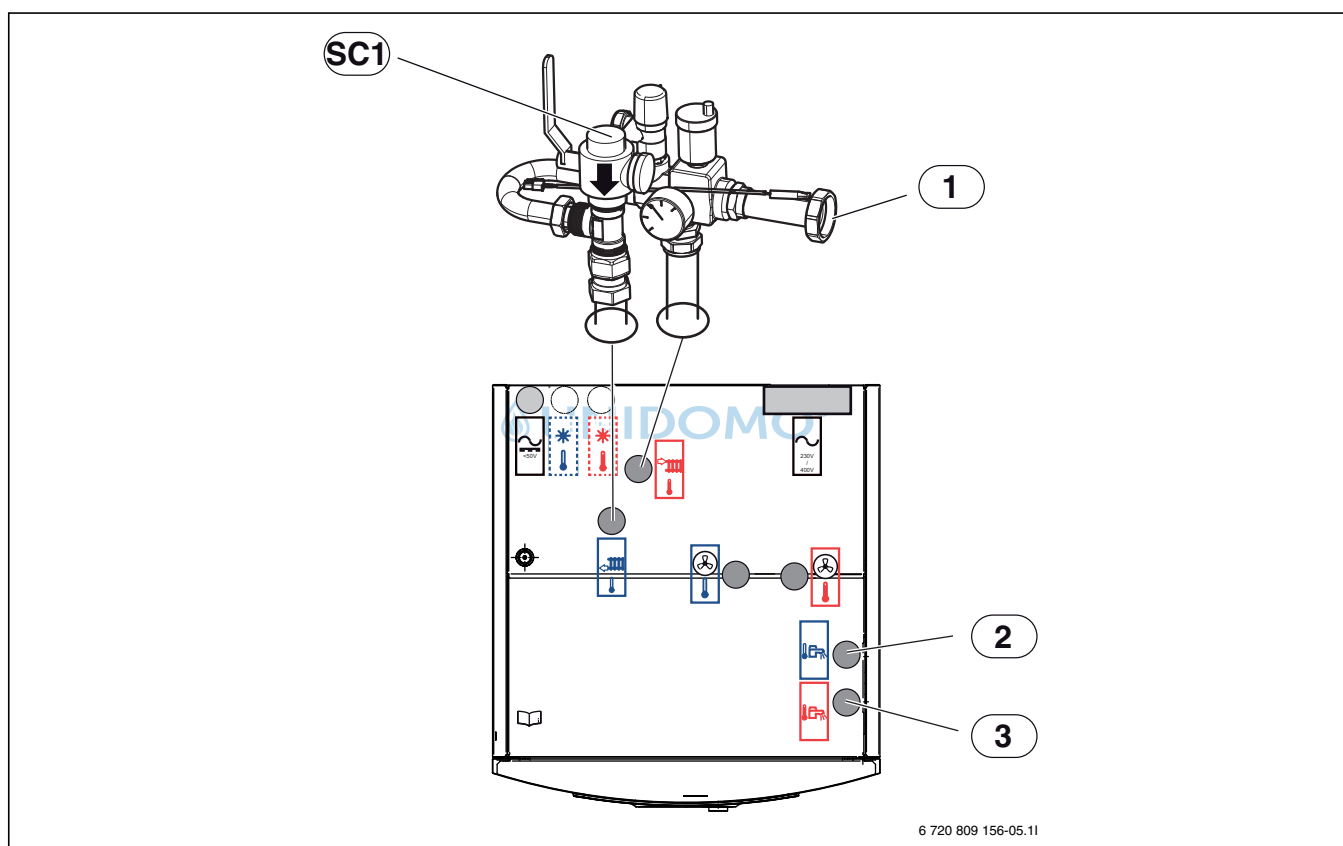

Bild 15 Anschlüsse des Inneneinheits an Heizungsanlage und Warmwasser
- ▶ Umwälzpumpe der Heizungsanlage an [1] anschließen, Abb. 15.
- ▶ Heizungsrücklauf an Partikelfilter [SC1] anschließen, Abb. 15.
- ▶ Kaltwasser an [2] anschließen, Abb. 15.
- ▶ Warmwasser an [3] anschließen, Abb. 15.